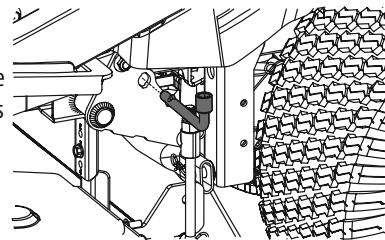

Figure 47
5. La pédale de relevage et le bouton de réglage doivent être utilisés pour placer le plateau à la position la plus basse. L'outil multifonction est utilisé pour verrouiller le système de relevage. Il y a deux trous près de la roue arrière gauche de la tondeuse (un sur le châssis et l'autre sur le bras de relevage du plateau). Voir Figure 47. L'outil doit être bien inséré pour que le bras de relevage soit bien fixé au châssis.